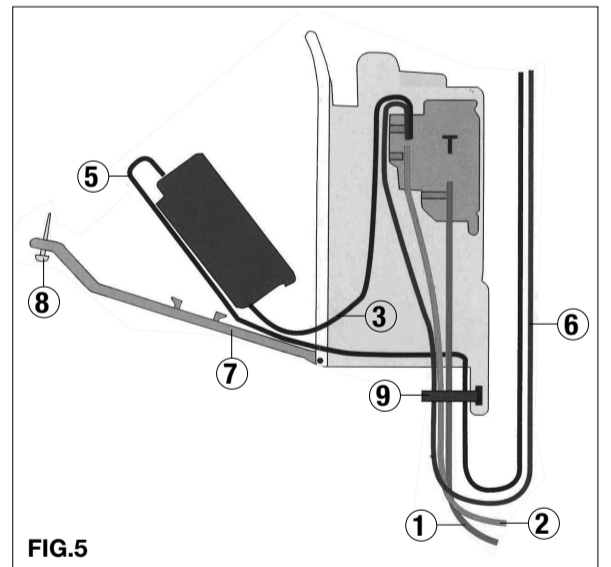

FIG.5
- Predisporre il cavo di alimentazione in uscita alla cava della morsetteria. FIG.5
- Preparare il "pettine" dei cavi di entrata 1 e di uscita 2 spellando i conduttori quanto basta per essere serrati nei terminali T. FIG.5
- Connect the mains cables to the terminal block. FIG.5
- Prepare the "comb" of the input 1 and output 2 wires by stripping the conductors just enough to be tightened into the T terminals. FIG.5
- Préparez le câble d'alimentation sortant à la fente du bornier. FIG.5
- Préparez le "peigne" du câble entrant 4 et du câble sortant 2 en dénudant suffisamment les conducteurs pour qu'ils soient serrés dans les bornes en T. FIG.5
- Connecter le conducteur 5 entre la sortie du porte-fusible et la lampe. FIG.5
- Das Netzkabel aus dem Steckplatz der Klemmenleiste herausziehen. FIG.5
- Bereiten Sie den "Kamm" der Drähte von Eingang 4 und Ausgang 2 vor, indem Sie die Leiter gerade so weit abisolieren, dass sie in die T-Klemmen eingesteckt werden können. FIG.5